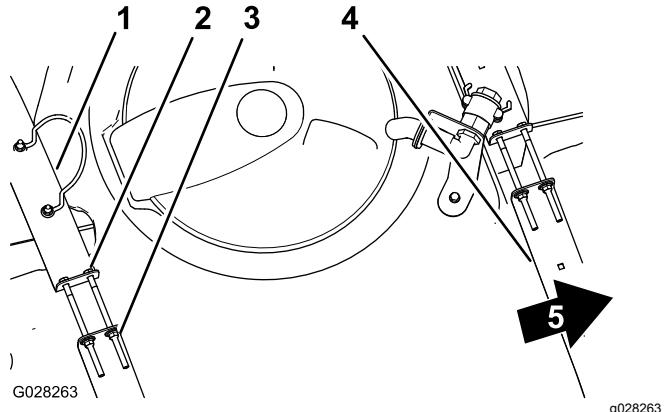

Figura 85
- Verifique se há algum movimento entre as correias do depósito e o depósito (Figura 85).
3. Se as correias do depósito estiverem largas, aperte os parafusos e as porcas de bloqueio na parte superior das correias até estas ficarem justas à superfície do depósito (Figura 85).